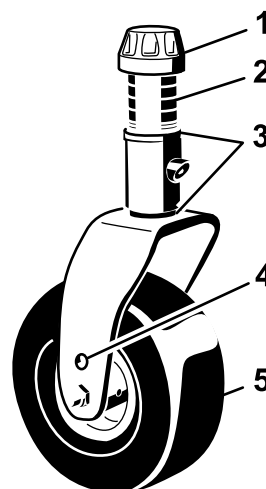

Figure 15
4. Enlevez le chapeau de tension de l'axe de pivot et sortez l'axe du bras pivotant (Figure 15).